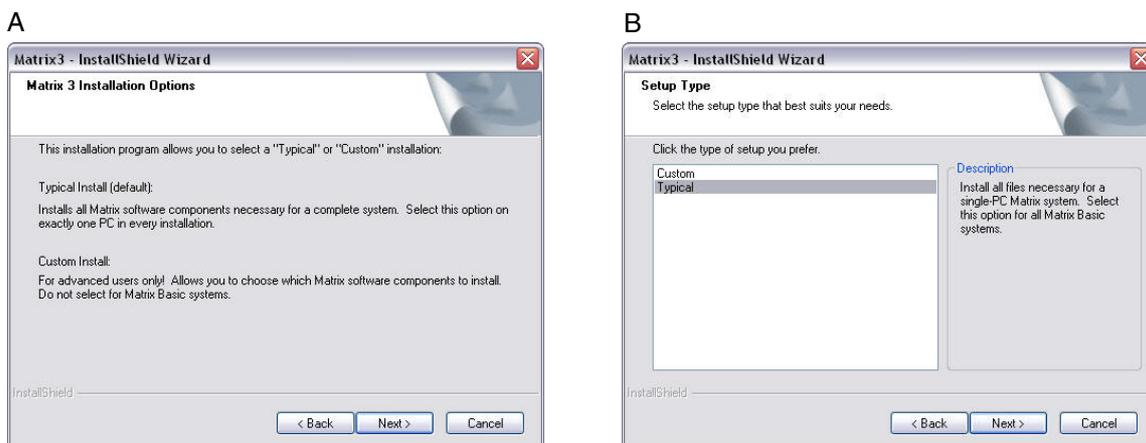

FIG. 5
5. Dopo aver fatto clic su NEXT (AVANTI) per accettare l'accordo di licenza, è visualizzata la schermata delle opzioni di installazione (A) illustrata FIG. 5. Questa schermata descrive le due opzioni di installazione disponibili per la selezione.
Dopo aver fatto clic su NEXT (AVANTI) è visualizzata la schermata Setup Type (Imposta tipo) FIG. 5 (B). Questa schermata è utilizzata per selezionare il tipo di installazione che si eseguirà.